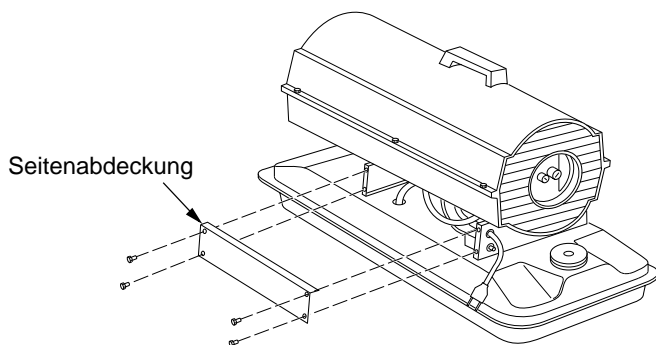

Abbildung 28 – Ausbau der Abdeckung
1. Mit dem 5/16-Zoll-Steckschlüssel die vier Schrauben der Seitenabdeckung entfernen (siehe Abb. 28).